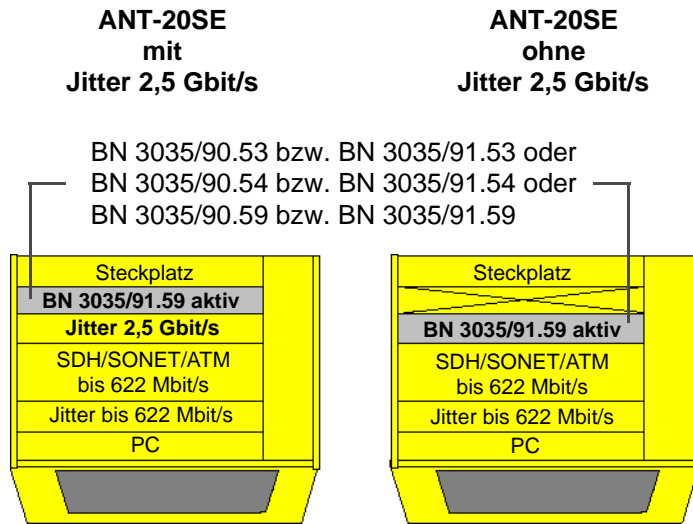

Bild W-4 Einsteckplätze des STM-16/OC-48-Moduls
Die STM-16/OC-48-Module mit der entsprechenden Wellenlänge können nur in der vorgegebenen Position im ANT-20SE betrieben werden (siehe Bild W-4). Die Position hängt davon ab, ob das Modul "2488 Mbit/s Jitter Analyzer/Generator" gleichzeitig eingebaut ist oder nicht.
1. Stecken Sie das Modul in die dafür vorgesehene Position (siehe Bild W-4).